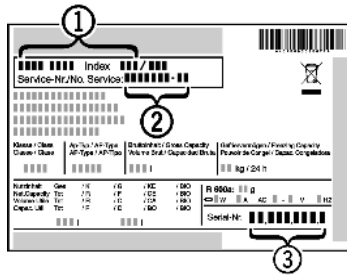

Fig. 78
- Consulter la désignation de l'appareil Fig. 78 (1), le N° de service Fig. 78 (2) et le N° de série Fig. 78 (3) sur la plaque signalétique. La plaque signalétique se trouve à l'intérieur de l'appareil, sur le côté gauche.